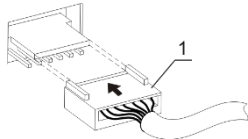

Рисунок 1. Подключение термоблока
- Выбрав термоблок, подсоедините штекер к разъему согласно схеме на рис. 1. Убедитесь, что разъем установлен плотно, до упора.
**Внимание!** По истечении заданного интервала времени вращение платформы прекращается автоматически, но нагрев можно прекратить, только сокращая температуру кнопкой Т (°С) ▼ (рис. 1/3, нижняя кнопка) до появления индикации OFF в верхней части дисплея.